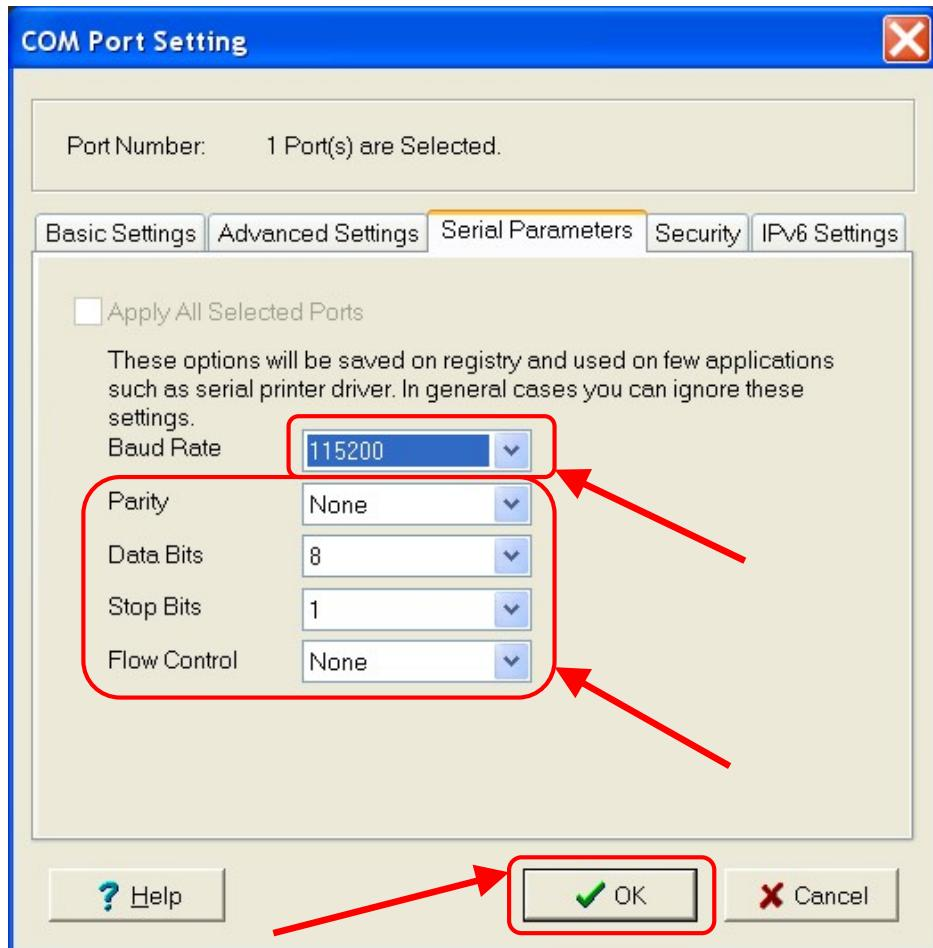

Рис. 16.17. Утилита «NPort Windows Driver Manager», параметры порта, «Serial Parameters».
16.20. На вкладке «Serial Parameters» установите параметры порта «Parity», «Data Bits», «Stop Bits» и «Flow Control» так, как показано на Рис. 16.17.